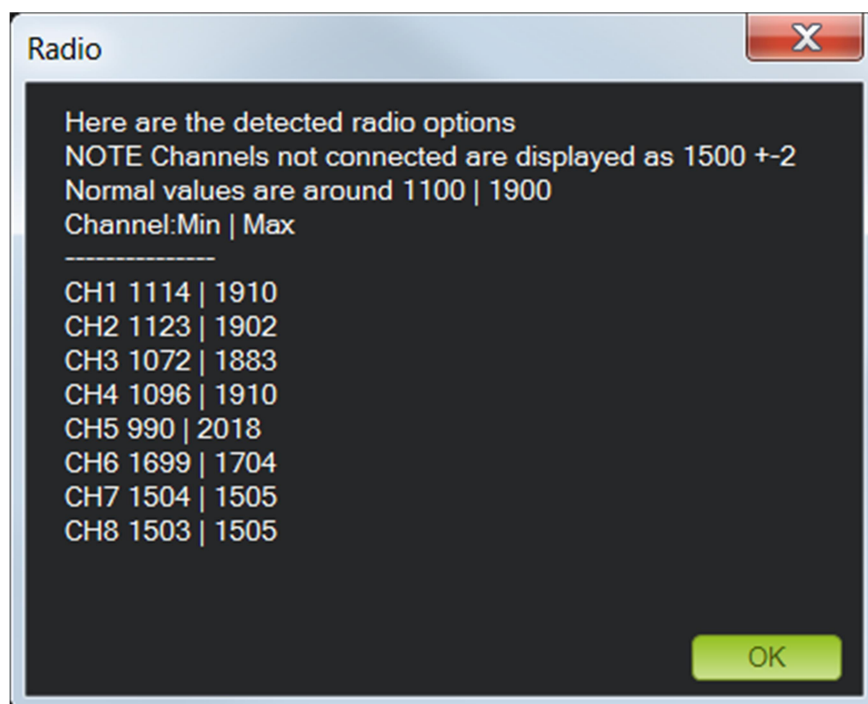

Figura 37: calibración de radio en MissionPlanner (3)
Cuando las barras rojas de guiñada, cabeceo, acelerador y alabeo así como del canal 5, estén fijas en sus valores máximos y mínimos, hacer click en *Click when Done*. Aparecerá un resumen de los datos de calibración (Figura 37: calibración de radio en MissionPlanner (3)). Valores alrededor de 1100 para mínimos y 1900 para máximos son habituales. Si alguna barra se mueve en dirección opuesta a la dirección en que se mueve el *stick*, esto indica que dicho canal está invertido en el transmisor de radio. En estos casos hay que recurrir a la función de inversión de canales de la radio para arreglarlo.